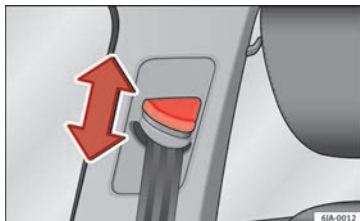

Fig. 80 Ubicación del regulador de la altura del cinturón.
- Presione el dispositivo de reenvío en la zona superior y manténgalo en esta posición » » fig. 80.